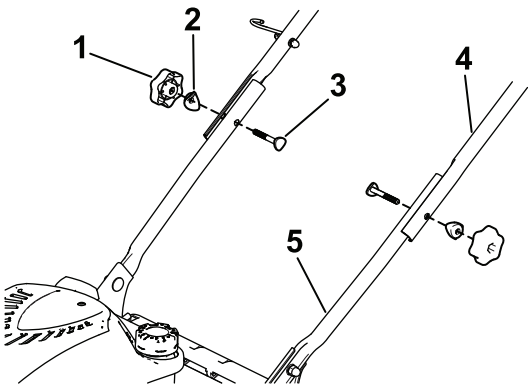

Figura 4
2. Instale a pega superior na pega inferior com dois manípulos das pegas, duas anilhas curvas e dois parafusos. Aperte com firmeza os manípulos da pega manualmente (Figura 4).